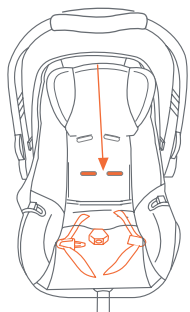
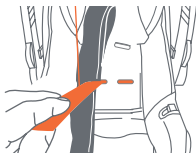

Fig. 33-3
Fig. 33-2
- Coloque la Correa del arnés por encima de la Ranura del arnés fija (Fig. 33-2) y, usando la Herramienta para ensartar el cinturón, empuje las Correas del arnés por las Ranuras, en la almohadilla de la sillita y el armazón de la sillita, y repita con la otra Correa del hombro (Fig. 33-3).